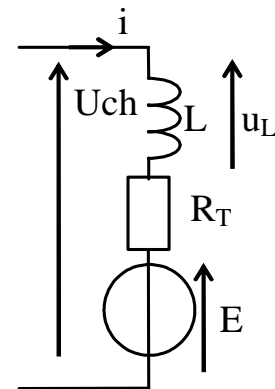

Figure 4
**1.6.** On note E la fém du moteur,  $R_T$  la résistance totale du circuit de charge du pont redresseur et L l'inductance totale de l'ensemble moteur et bobine (Figure 4).
Le schéma électrique de l'induit et de la bobine est représenté sur la figure 4 page 2 où  $\Omega$  est la vitesse angulaire de rotation en  $\text{rad.s}^{-1}$ ,  $E$  la f.é.m,  $R_T = 2,1\Omega$  et  $L = 2,6\text{mH}$  respectivement la résistance totale du circuit de charge du pont redresseur et l'inductance totale de l'ensemble moteur et bobine.